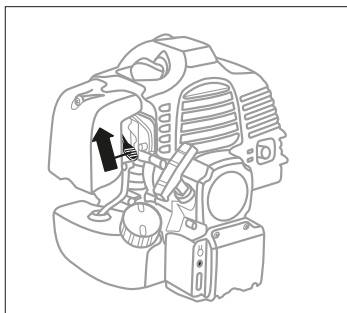
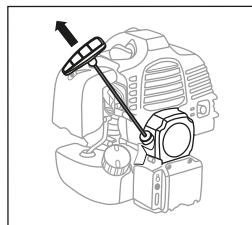

рис. 10
рис. 12
4. Переведите рычаг воздушной заслонки в верхнее положение – |/\| «Закрыто» (рис. 10).
6. Запуск с помощью электростартера: нажмите кнопку запуска двигателя (рис. 11 б). Двигатель запустится и заглухнет из-за слишком богатой смеси. Переведите рычаг воздушной заслонки (рис. 10) в среднее положение. Затем нажмите кнопку запуска двигателя (рис. 11 б), двигатель должен запуститься.
7. Запуск с помощью ручного стартера: придерживая триммер, плавно потяните рукоятку стартера до момента зацепления в механизме стартера. После чего энергично вытяните шнур на 50-60 см (рис. 12). Во избежание повреждения корпуса стартера не бросайте рукоятку стартера, плавно верните ее в исходное положение. Повторите данные действия 3-5 раз до первой вспышки топлива в двигателе. При этом двигатель заводиться не должен. Переведите рычаг воздушной заслонки (рис. 10) в среднее положение. Плавно потяните рукоятку стартера до момента зацепления в механизме и энергично вытяните шнур еще на 50-60 см. Во избежание повреждения корпуса стартера не бросайте рукоятку стартера, плавно верните ее в исходное положение. Повторите данные действия 2-3 раза, двигатель должен завестись.